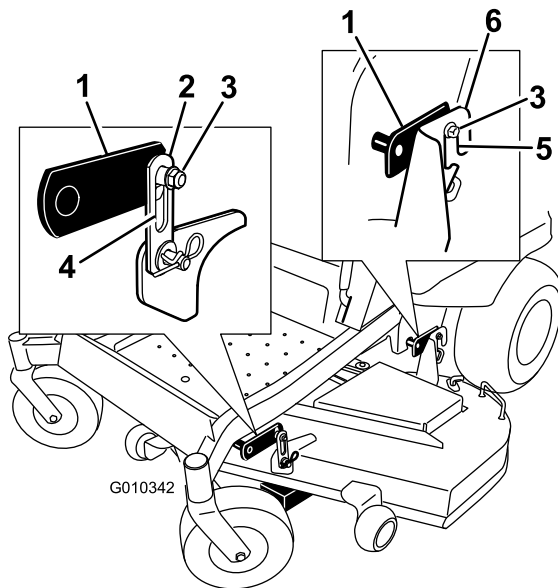

Figura 72
4. Allentate i dadi nel dispositivo di regolazione del livellamento (elemento 3) in tutti e quattro gli angoli facendo in modo che il piatto di taglio poggi saldamente su tutti e quattro i blocchi. Accertatevi che le staffe del piatto di taglio siano completamente abbassate (nella parte superiore della fessura) e che il pedale di sollevamento del piatto di taglio sia tirato indietro verso lo stop; quindi, serrate i quattro dadi del dispositivo di regolazione del livellamento (Figura 72).